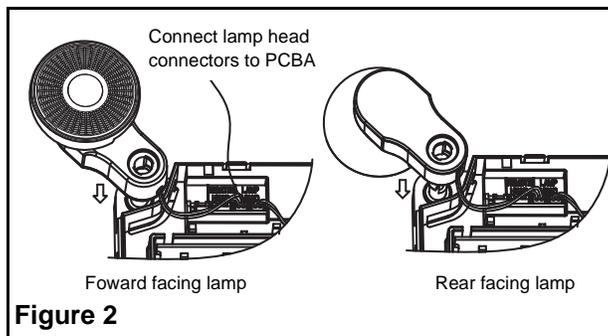

Figure 2
Note: for ceiling and end mount installation, the lamp heads can be mounted in the forward or rear facing position (see figure 2).
4. Attach the connectors from the lamps to the PCBA (see figure 2).
Remarque : pour le montage plafonnier ou le montage latéral, par l'extrémité, les phares peuvent être montés vers l'avant ou vers l'arrière (voir figure 2).
4. Rattachez les raccords des lampes à la carte de circuit imprimé (voir figure 2).